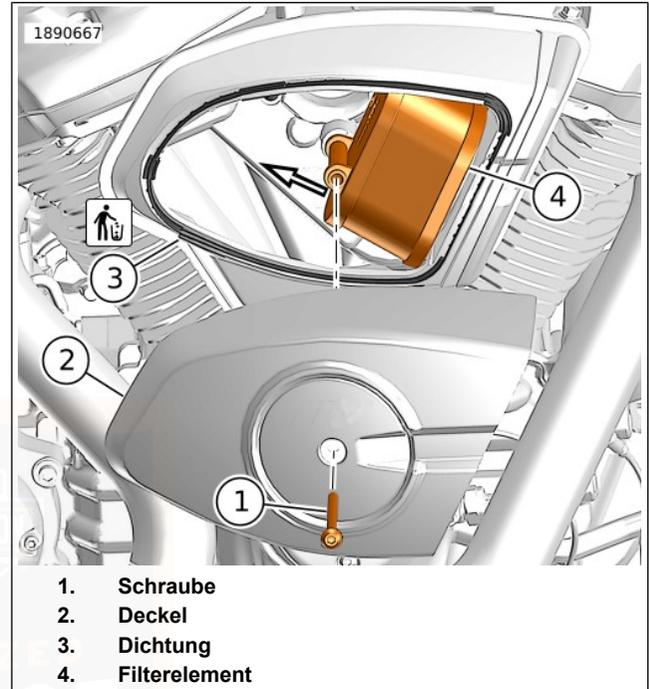

Abbildung 62. Luftfilter: Offene Front
1. Siehe Abbildung 62. Die Luftfilterabdeckung entfernen.
- a. Die Schraube (1) entfernen.
- b. Den Deckel (2) entfernen.
- a. Den Filtereinsatz (4) in einem Aufwärtswinkel nach hinten bewegen, um ihn vom Schnorchel zu lösen.
- c. Dichtung (3) entfernen. Auf Schäden oder Verschleiß prüfen.
1. Siehe Abbildung 62. Die Dichtungsnut von allen Ölresten und Ablagerungen befreien.
2. Die Dichtung (3) ersetzen, wenn sie beschädigt oder abgenutzt ist.
- a. Den Filtereinsatz (4) auf den Schnorchel setzen und nach vorne in die Einbauposition drücken.
- b. Die Dichtung (3) mit der Nut im Luftfiltergehäuse ausrichten. Dichtung einbauen.
- a. Die Abdeckung (2) anbringen.
- b. Die Schraube (1) anbringen. Festziehen.